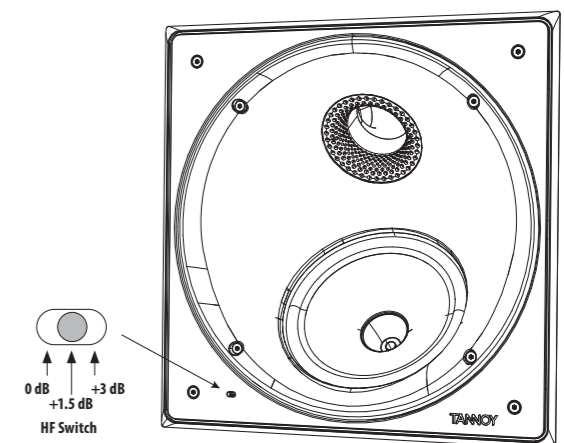

Fig. 10. HF Switch Positions
1. Der HF-Schalter hat drei Positionen, wobei 0 dB flach sind. Passen Sie diese nach Bedarf an die Raumposition und die akustischen Bedingungen an (Abb. 10.).